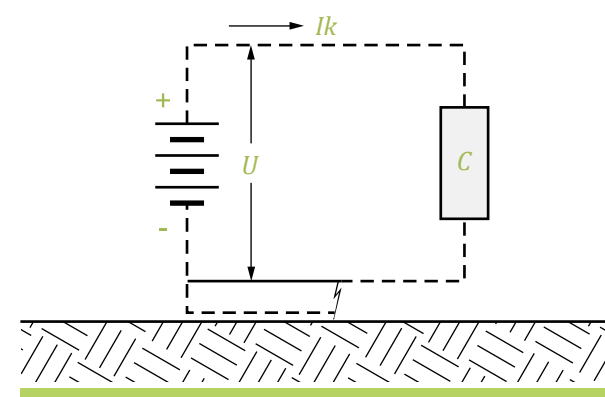

Figura 9
- » Tercer caso: En la figura 9, se ha esquematizado el recorrido de la corriente eléctrica de cortocircuito I_k . En ella misma, es fácilmente observable que la atraviesa la carga C , circula por parte de los cables, pero no hay retorno a la fuente.